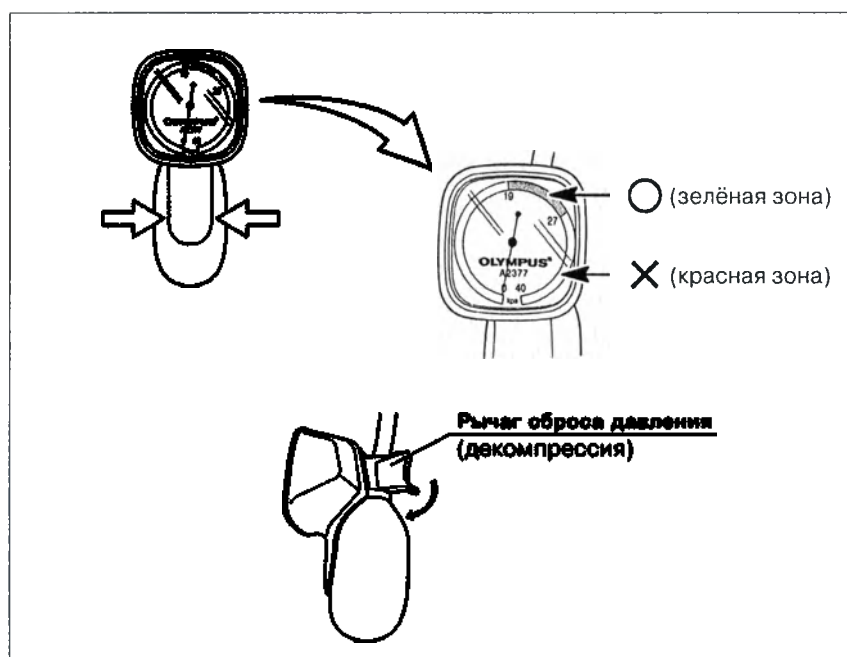

Рис. 7.9
3. Убедитесь, что рычаг сброса давления закрыт (см. рис. 7.9).
4. Нажимайте на грушу ручного насоса до тех пор, пока давление по шкале манометра не будет находиться в пределах 19 – 27 кПа. При этом стрелка манометра должна находиться в пределах зелёной зоны шкалы (см. рис. 7.9). Для выявления протечек достаточно создание избыточного давления в пределах 27 кПа. После создания избыточного давления потребуется несколько секунд для стабилизации стрелки манометра. Давление определяйте при устойчивом положении стрелки манометра.
7. Нажмите на рычаг сброса давления для выпуска воздуха из эндоскопа (см. рис. 7.9).